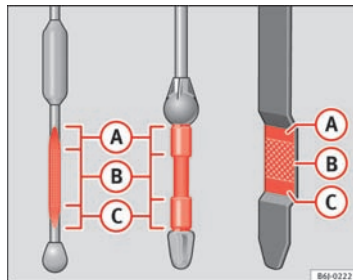

Fig. 108 Oliepind
- Træk derefter oliepinden op igen, og aflæs oliestanden ⇒ Fig. 108. Fyld om nødvendigt mere motorolie på.